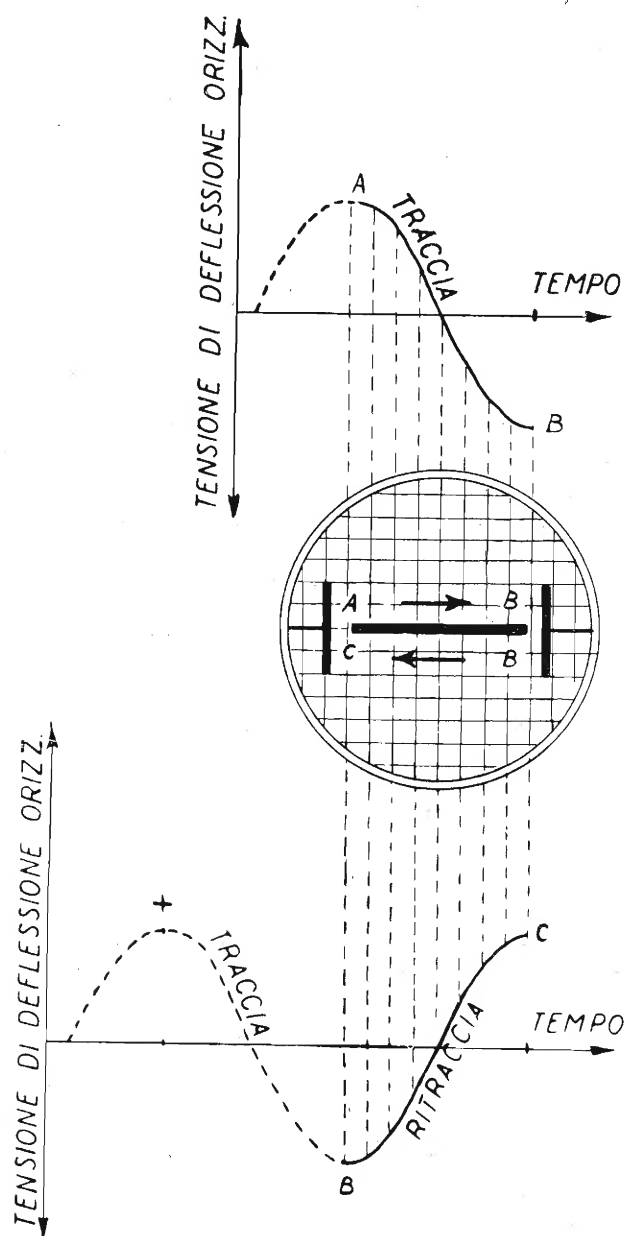

Fig. 8.8. - Formazione della traccia e ritraccia con tensione alternata della rete-iuce
- b) un periodo completo di tensione sposta orizzontalmente il pennello da un estremo del tubo all'altro, e lo riporta indietro, come indica la fig. 8.8;